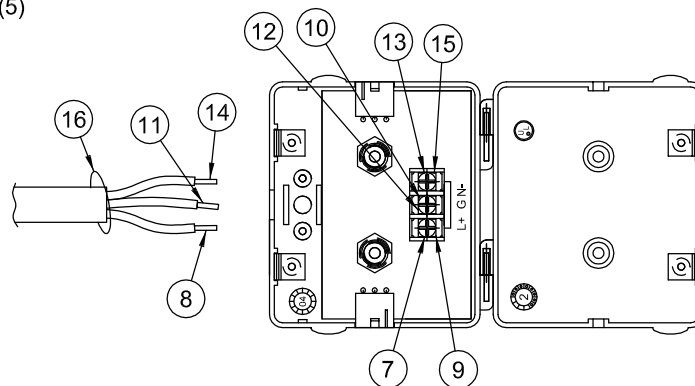

FIG. 3
7. Desserrez la vis terminale (13) au n (netural), poussez le fil d'approvisionnement (14) sous le plat terminal (15) et serrez solidement. (voir la fig. 3)